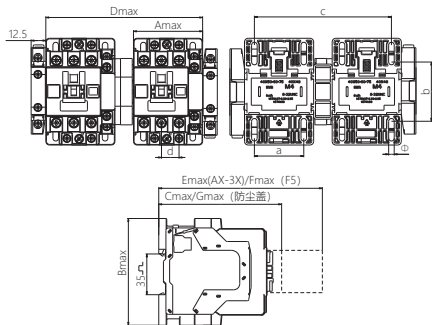

图2 NXC-06(/N)~38(/N)系列交流接触器外形与安装尺寸
2.2 NXC-06(/N)~38(/N)系列交流接触器安装尺寸与外形尺寸，见图2及表4，产品接线能力见表5，型号规格重量见箱贴。